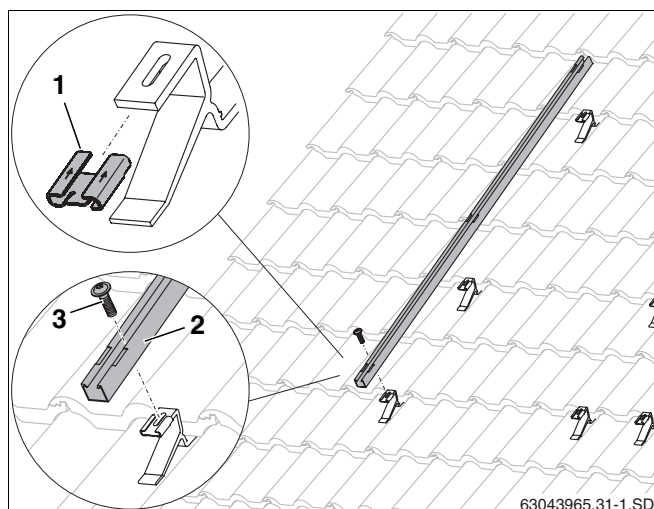

Рис. 29 Крепление профиля для повышенной снеговой нагрузки
- Надеть сдвижную гайку (рис. 29, поз. 1) по направлению, указанному стрелкой, на кровельный крюк.
- Уложить профиль (рис. 29, поз. 2) на кровельный крюк и закрепить винтом М8 (рис. 29, поз. 3).